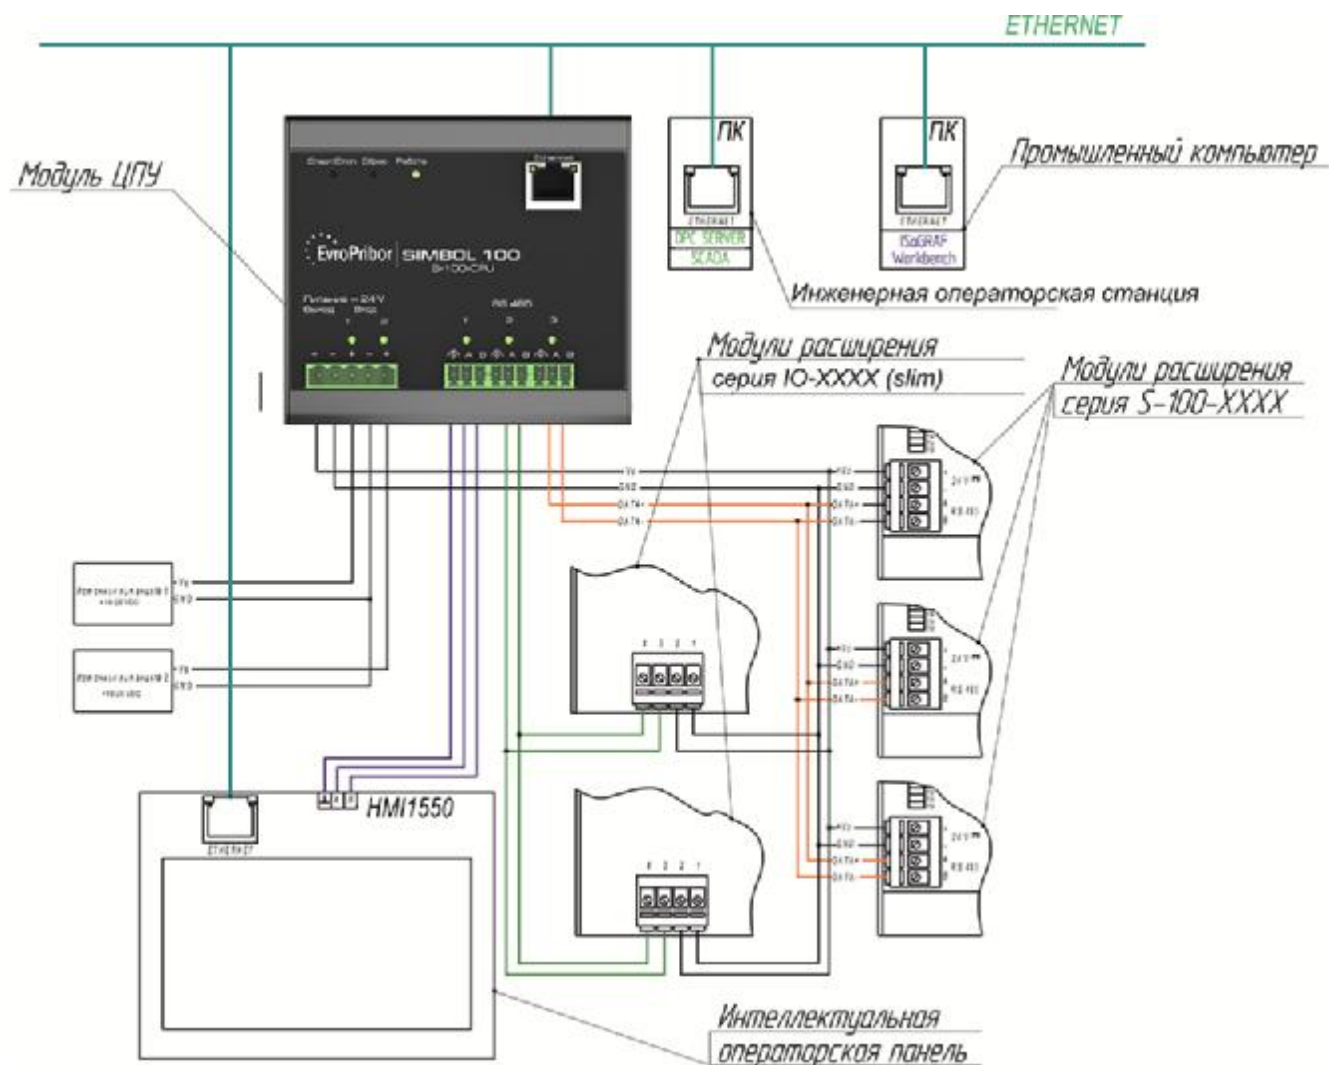

Рисунок 1.5.4.1 – Подключение модуля S-100-CPU
1.5.2.1 Модуль имеет встроенный АВР (автоматический ввод резерва). На клеммы №3 и №4 разъема для подключения входного и выходного питания (поз. 9 рисунок 1.5.1.2) подключается выход с источника напряжения №1, «+24 VDC» и «-24 VDC» соответственно. На клеммы №5 и №4 разъема для подключения входного и выходного питания (поз. 9 рисунок 1.5.1.2) подключается выход с источника напряжения №2, «+24 VDC» и «-24 VDC» соответственно (рисунок 1.5.4.1). К клеммам №1 и №2 разъема для подключения входного и выходного питания (поз. 9 рисунок 1.5.1.2) подключите нагрузку (модули расширения, операторские панели и т.д.) (рисунок 1.5.4.1).
(рисунок 1.5.4.1). Модуль и ПК должны находиться в одной подсети. Например, ПК IP – 192.168.1.1, S-100-CPU IP – 192.168.1.2, маска подсети – 255.255.255.0.
1.5.4.4 S-100-CPU может быть подключен к интеллектуальной операторской панели, имеющий порт RS-485, как ведомое «Slave» или ведущее «Master» устройство (рисунок 1.5.4.1).